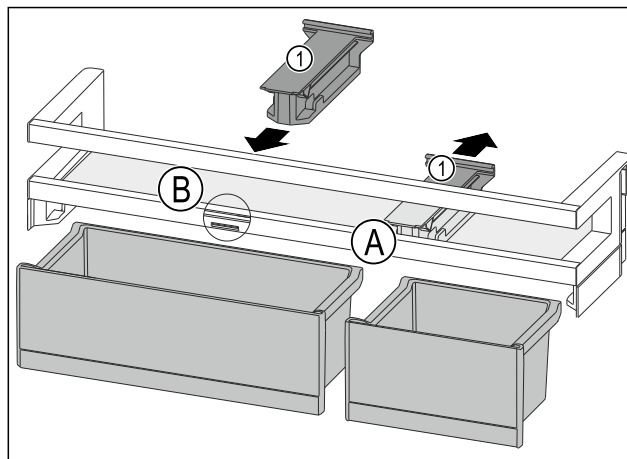

Fig. 118
- ▶ Retirer la pièce de retenue Fig. 118 (1) en position Fig. 118 (A) vers l'arrière.
- ▶ Mettre la pièce de retenue Fig. 118 (1) en position Fig. 118 (B).